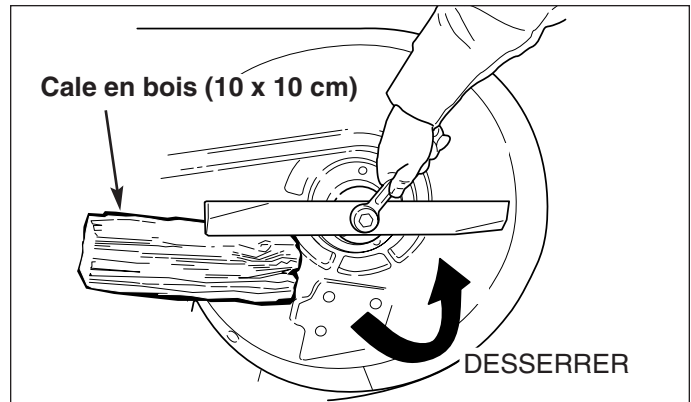

Figure 16. Dépose de la lame
2. Voir la figure 16. Pour retirer une lame pour l'affûter, la bloquer avec une cale en bois afin de l'empêcher de tourner et desserrer le boulon de fixation.